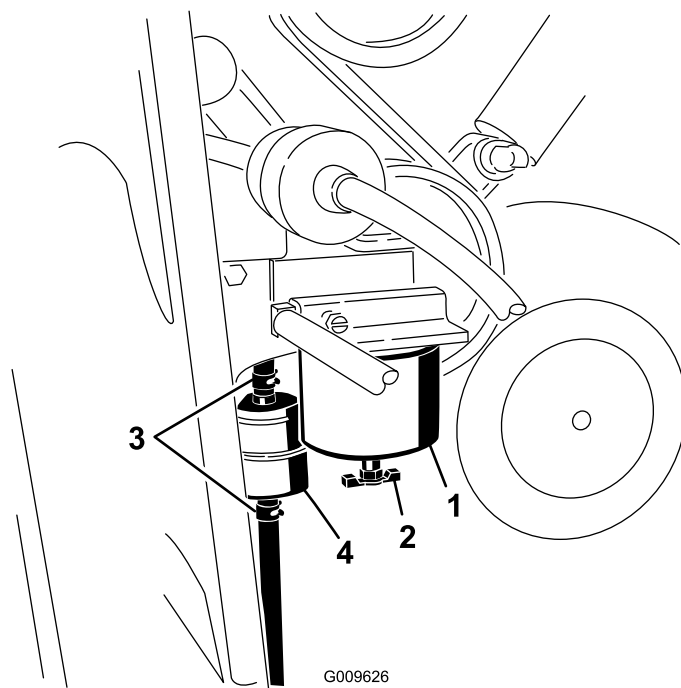

Figura 36
1. Individuare il filtro carburante sul lato destro del motore (Figura 36) e posizionare un recipiente pulito sotto di esso.
1. Individuate i filtri carburante sul lato destro del motore (Figura 36) e posizionate un recipiente pulito sotto di esso.
2. Pulire la superficie circostante la scatola del filtro (Figura 36).
3. Rimuovete la scatola del filtro e pulite la superficie di montaggio (Figura 36).
5. Installare a mano la scatola del filtro finché la guarnizione non tocca la superficie di appoggio, poi ruotarla per un altro 1/2 giro (Figura 36).
6. Individuate il filtro in linea dietro la scatola del filtro del carburante (Figura 36) e osservate la direzione della freccia del flusso sul lato del filtro in linea.
7. Aprite i fermi su ciascuna estremità del filtro in linea ed estraete i flessibili (Figura 36). Gettate via il filtro.
8. Fate scorrere i flessibili sull'estremità di un nuovo filtro (Figura 36), verificate che la freccia sul filtro sia posizionata nella stessa direzione di quella sul vecchio filtro.